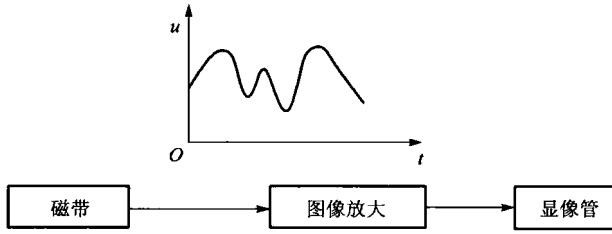

图 0.3 图像重放过程示意图
b. 图像重放的过程。简单的图像重放过程如图 0.3 所示。磁头从磁带上读取图像信号，进行电压放大及功率放大之后，去驱动负载（显像管）工作。